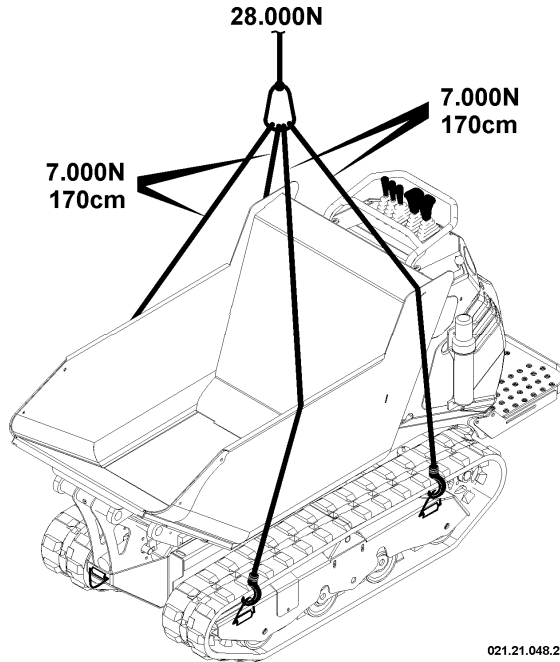

Abb. 44 – Verankerungspunkte für den Hebevorgang
- Hebevorrichtungen ausschließlich in den vom Hersteller vorgesehen Verankerungen anbringen (*Abb. 44*);